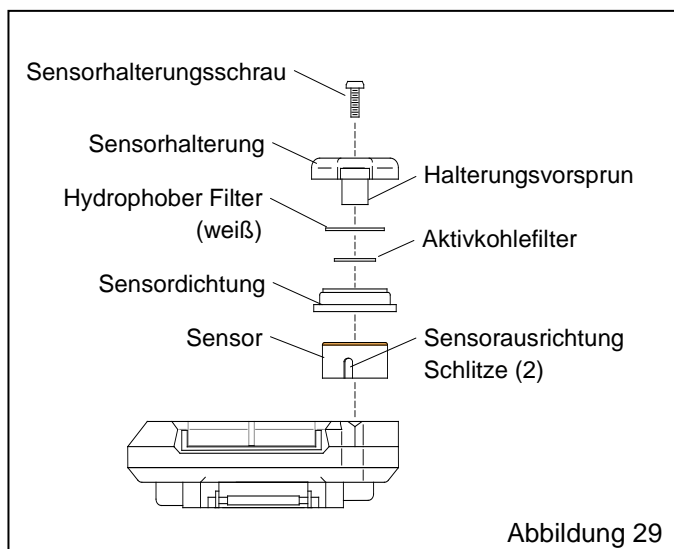
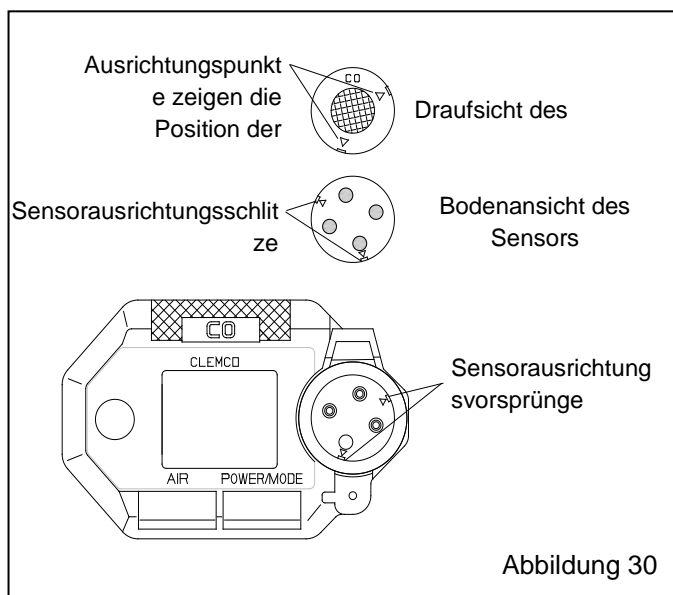

Abbildung 29
Abbildung 30
6.2.5 Den alten Sensor entfernen, indem er gerade nach oben aus der Sensoraufnahme gezogen wird. **HINWEIS:** Der Boden des Sensors ist mit einem Schlitz versehen und kann nur in einer Richtung in die Aufnahme eingesetzt werden, wie in Abbildung 29 dargestellt. Vor dem Entfernen des Sensors die Ausrichtungspunkte des alten Sensors beachten, wie in Abbildung 30 dargestellt. Der neue Sensor wird in derselben Richtung eingesetzt.
6.2.6 Den Ersatzsensor vorsichtig einsetzen. Sicherstellen, dass die Sensorfläche mit dem farbigen Ring nach oben weist, und dass die Ausrichtungsschlitze des Sensors korrekt mit den Vorsprüngen in der Aufnahme ausgerichtet sind, wie in Abbildung 30 dargestellt. Den Sensor nicht mit übermäßigem Kraftaufwand in die Aufnahme drücken. Wenn der Sensor korrekt ausgerichtet ist, lässt er sich problemlos in die Aufnahme einsetzen.